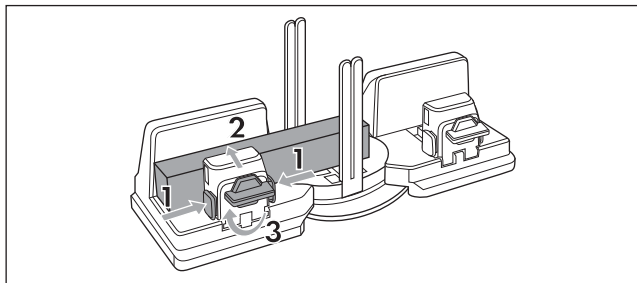

Fig. 6
- ◆ Mantenha os botões de desbloqueio ④ pressionados e desloque o fixador ②, para posicionar a peça de madeira.
- ◆ Coloque a peça de madeira entre o mordente ③ e o fixador ②. Certifique-se de que a peça de madeira é encaminhada passando as hastes guia ⑦ (ver fig. 6).
- ◆ Mantenha os botões de desbloqueio ④ pressionados e desloque o fixador ② para a peça de madeira. Solte os botões de desbloqueio ④ quando a peça de madeira estiver apertada (ver fig. 6).
- ◆ Rode o botão de fixação ⑤ no sentido dos ponteiros do relógio, para fixar a peça de madeira (ver fig. 6).